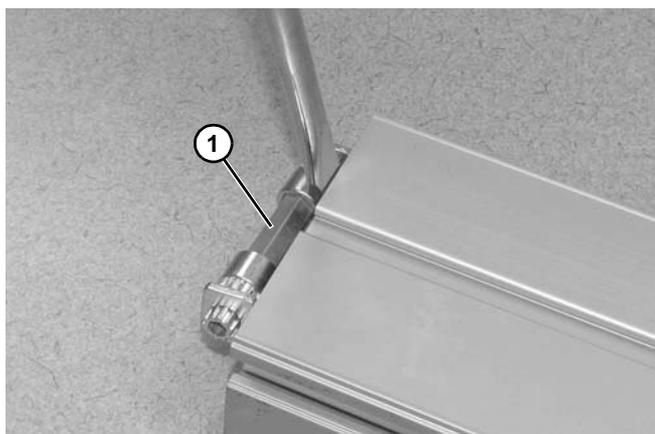

Figure 88
3. Extraire le pignon (**Figure 88, élément 1**) du châssis du convoyeur en allant d'un côté à l'autre.